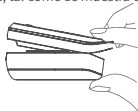

Figura 5
2. Presione el Oxímetro de pulso como se muestra en el Figura 5.